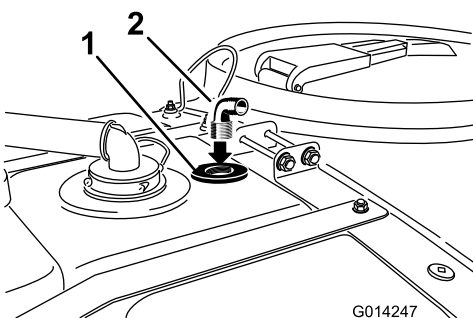

Figure 16
4. Insérez le raccord à 90° dans l'ouverture fileté de la traversée de la buse de rinçage (Figure 16).